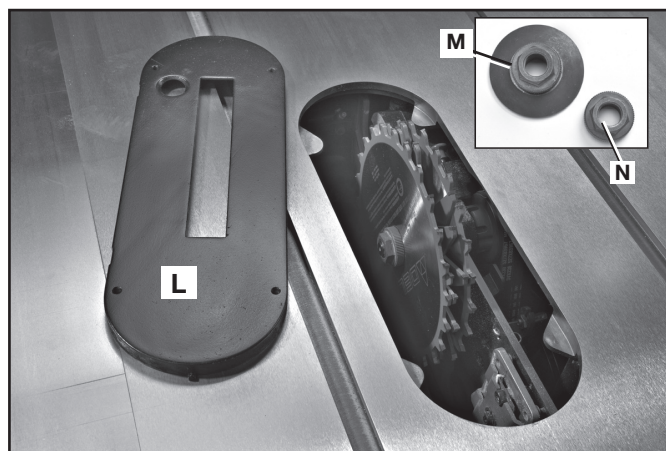

FIG. 65
⚠ ATTENTION : L'insert de table pour l'ensemble à rainurer accessoire (L) Fig. 65 doit être utilisé au lieu de l'insert de table standard. Soyez sûr que l'insertion est de niveau avec la table avant la marche à suivre.
REMARQUE : Le module d'écrou à embase d'arbre extérieur standard (M) fig. 65 ne peut pas servir avec les ensembles de lames à rainurer. Un écrou d'arbre spécial (N) est compris avec la scie Unisaw en vue des applications de rainurage. Serrer cet écrou d'arbre contre l'ensemble de lames à rainurer. **Ne pas jeter l'écrou à embase d'arbre extérieur. Il sera nécessaire pour fixer de nouveau la lame standard sur l'arbre.**
4. Fixer l'ensemble à rainure à l'arbre de la scie au moyen de l'écrou d'arbre (N) fig. 65.
REMARQUE : le module d'écrou à embase d'arbre extérieur standard (M) fig. 65 ne peut pas servir avec les fraises à moulurer. Un écrou d'arbre (N) est compris avec la scie Unisaw en vue de telles applications. Serrer l'écrou d'arbre contre la fraise à moulurer. **Ne pas jeter l'écrou à embase d'arbre extérieur. Il sera nécessaire pour fixer de nouveau la lame standard sur l'arbre.**